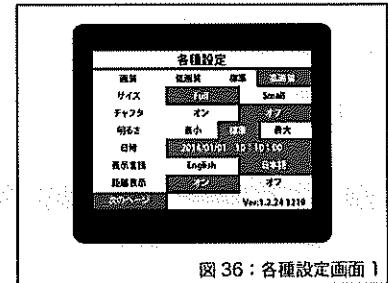

図 36：各種設定画面 1
●各種設定画面を表示する（図 36）
- MENU ボタンを押すと図 36 の各種設定画面が表示されます。変更、設定したい機能を↑↓にて選択し、▶再生ボタンを押すとカーソルが右へ異動し、設定を選択できるようになります。設定したいモードを選び、▶再生ボタンを押すと設定が変更され、カーソルが左に移動します。